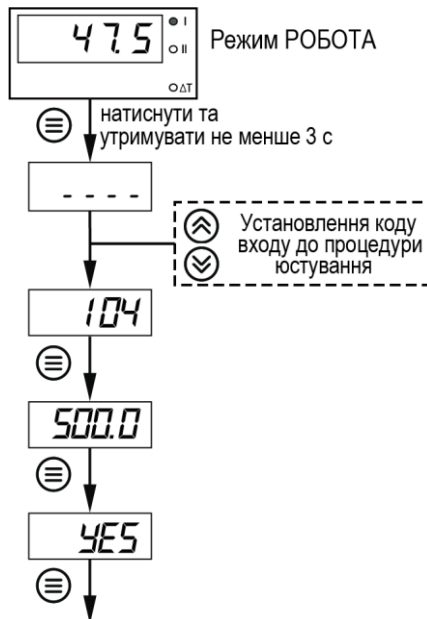

Рисунок 8.2 – Послідовність роботи під час юстування
3. Подати живлення на пристрій. Не менше ніж через 15...20 с провести юстування пристрою, виконавши дії у послідовності, що зазначена на рисунок 8.2.